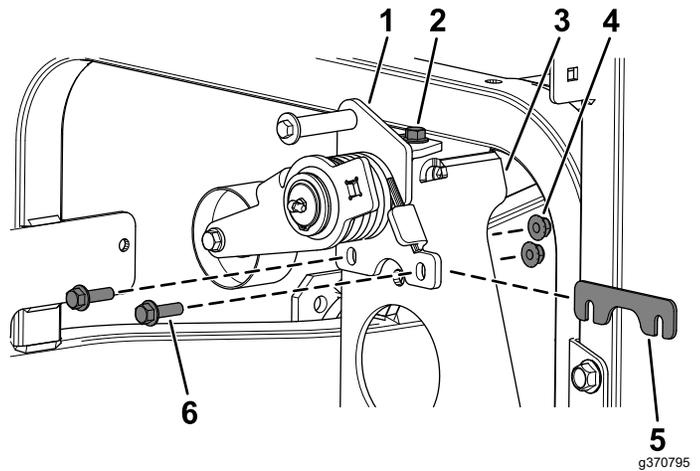

Figura 3
5. Prenda o calço da articulação por detrás do conjunto articulado intermédio e suporte de montagem da bomba utilizando dois parafusos de cabeça flangeada ($\frac{3}{8}$ x $1\frac{1}{4}$ pol.) e duas porcas de bloqueio ($\frac{3}{8}$ pol.) como se mostra na Figura 3.
6. Aperte o parafuso de cabeça flangeada ($\frac{3}{8}$ x 1 pol.) que prende a parte superior do conjunto articulado intermédio ao suporte da montagem da bomba (Figura 3).